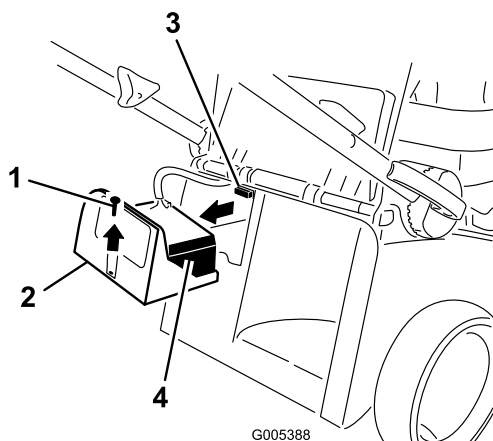

Bild 7
1. Nehmen Sie die Batterieabdeckung und die Batterie ab und ermitteln Sie die Sicherungsfassung (Bild 7).